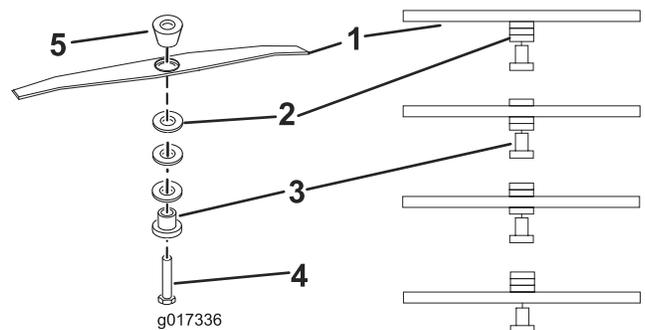

Рисунок 13
5. Переместите разделители на требуемую высоту, затем заново установите режущий блок, как показано на Рисунок 13.